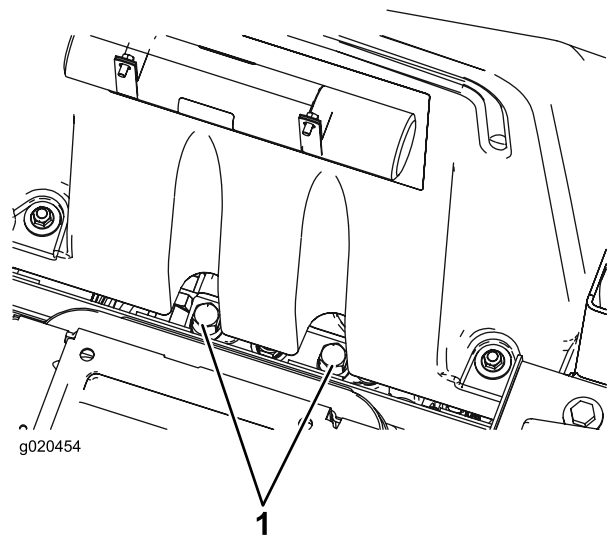

Figure 54
1. Soulevez le siège et localisez les vannes de dérivation qui sont situées sous l'avant du réservoir de carburant (Figure 54).